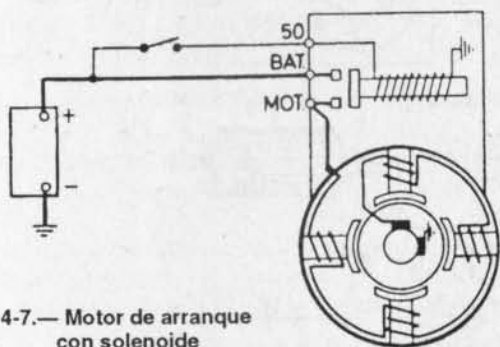

Fig. 4-7.— Motor de arranque con solenoide
En la actualidad se están fabricando los motores de arranque con solenoide, a control remoto. Al girar la llave de contacto, llega corriente por el contacto (50) (Fig. 4-7), la que sigue a masa por el enrollado del solenoide, creando un flujo magnético que atrae el núcleo, para que engrane el piñón con la corona y para cerrar contactos y poner en marcha el arranque.